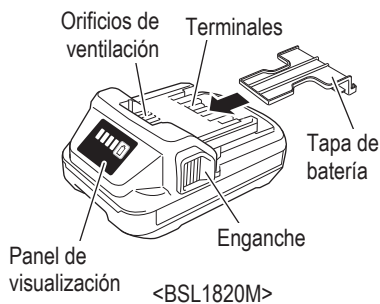

Fig. 4
- **Instale el paquete de baterías en la herramienta eléctrica o almacénelo presionando la tapa de baterías hasta que se oculten los orificios de ventilación para evitar cortocircuitos. (Ver Fig. 4)**